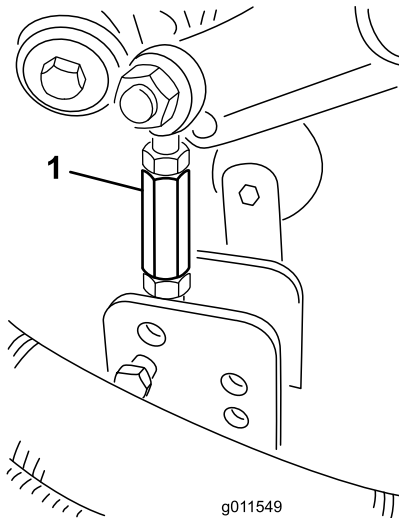

Bild 30
9. Entfernen Sie die Splints und Lastösenbolzen, mit denen die Stoßdämpferlenker an den Mähwerkhalterungen befestigt sind (Bild 30).